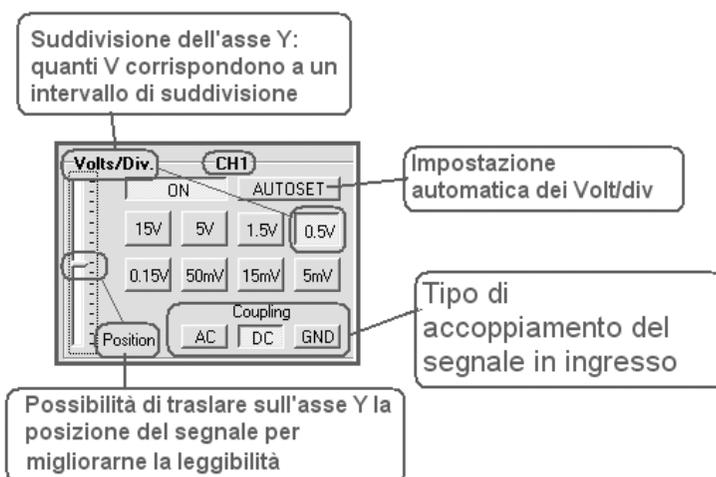

FIGURA A.2
- 1) *Volts/Div.*: è il valore che assume ciascuna divisione (*Div.*) in cui è suddiviso l'asse Y; va impostato in relazione all'escursione che presenta un segnale; affinché il segnale possa essere misurato correttamente è consigliabile che l'escursione visualizzata sullo schermo sia *maggiore di 3 Div.*; per esempio in FIGURA A.1 l'asse Y è composto da 8 divisioni e lo strumento può essere configurato per far assumere a una divisione² i valori mostrati in FIGURA A.2, per cui: